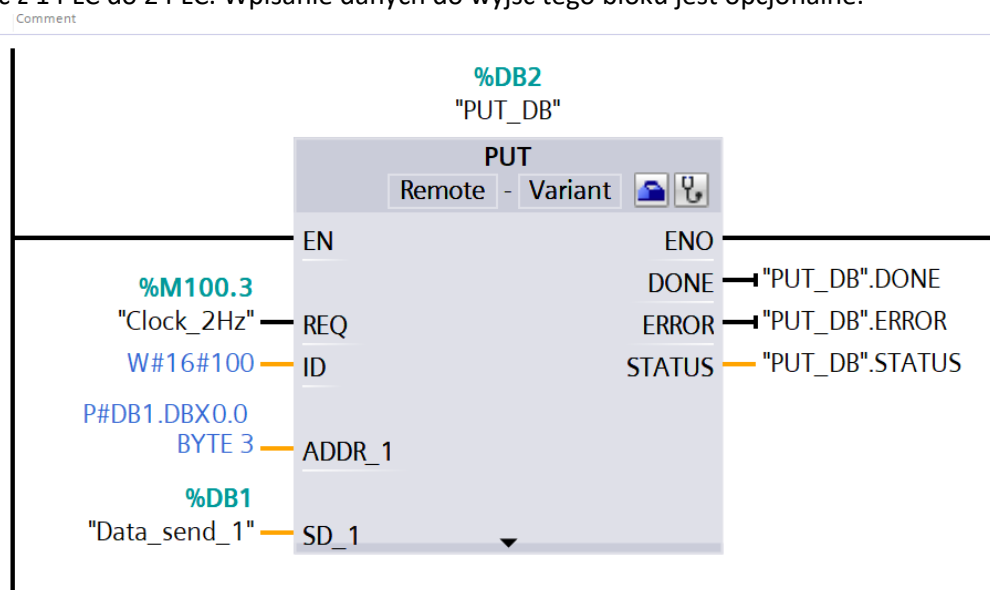

Rys. 12a.
15. W dolnej części ekranu pojawił się okno właściwości bloku **PUT**, w którym musimy wskazać do którego sterownika chcemy wysłać dane. W naszym przypadku dane chcemy wysłać do PLC_2. Stąd klikamy na czerwone pole w opcji **Partner** (rys.12a) i wybieramy drugi sterownik PLC_2. Pozostałe pola wypełnią się same. Na końcu to okno powinno wyglądać jak na rys. 12b.